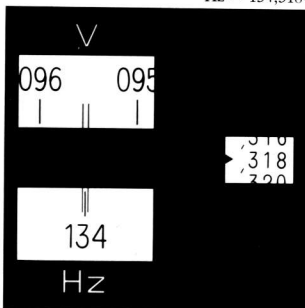

Bild 5 Kreisablesung  $400^{\circ}$
Wie beim Horizontalkreis beträgt das Teilungsintervall  $1^\circ$  ( $400^\circ$ -Teilung) oder  $1^\circ$  ( $360^\circ$ -Teilung). Die Bezifferung beginnt mit Null im Zenit, so dass Zenitwinkel abgelesen werden. Beim Kippen des Fernrohrs um die Kippachse dreht sich der Vertikalkreis mit. Zur Beleuchtung der Ablesestelle beider Kreise dient der klapp- und drehbare Spiegel (11) an der linken Fernrohrstütze. Die Kreise werden im Ablesemikroskop (9) mit Hilfe eines Mikrometers numerisch abgelesen (Bild 5 und 6).
#### 3.5.1 Kreisablesung (Bild 5 und 6)